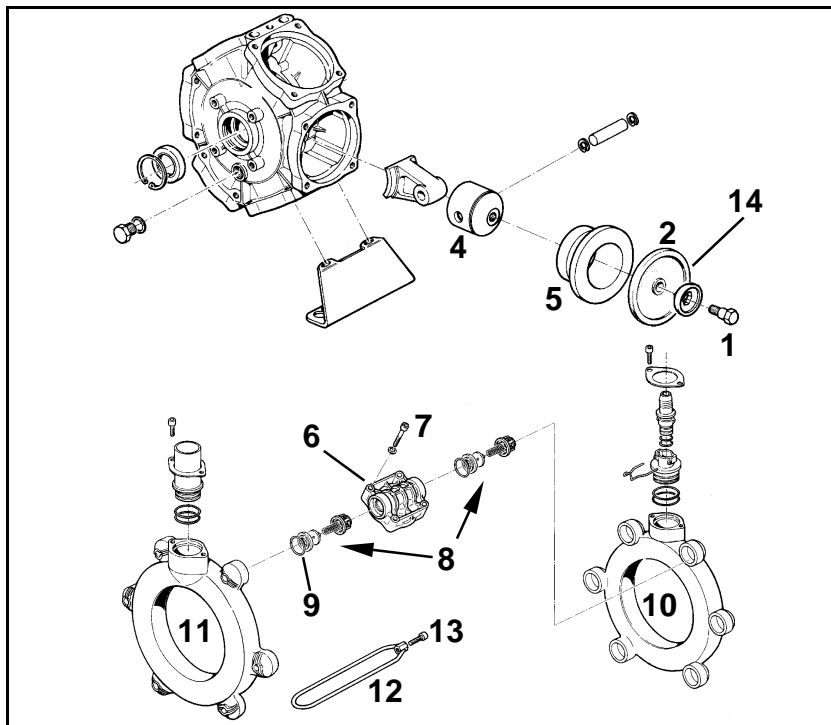

Fig. 232
- Befestigen Sie die Kolbenmembrane (Fig. 232/2) derart mit Haltescheibe (Fig. 232/3) und Schraube (Fig. 232/1) am Kolben (Fig. 232/4), dass der Rand (Fig. 232/14) zur Zylinderkopfseite (Fig. 232/6) weist.
- Die Schrauben (Fig. 232/13) unbedingt kreuzweise mit dem angegebenen Drehmoment anziehen. Unsachgemäßes Anziehen der Schrauben führt zu Verspannungen und somit zur Undichtigkeit.
1. Schraube (Fig. 232/1) lösen und Kolbenmembrane (Fig. 232/2) zusammen mit der Haltescheibe (Fig. 232/3) vom Kolben (Fig. 232/4) abnehmen.
3. Nehmen Sie den Zylinder (Fig. 232/5) aus dem Pumpengehäuse heraus.
6. Setzen Sie den Zylinder (Fig. 232/5) wieder in das Pumpengehäuse ein.
7. Kolbenmembrane (Fig. 232/2) montieren.
8. Zylinderkopf (Fig. 232/6) an Pumpengehäuse anflanschen und Schrauben (Fig. 232/7) gleichmäßig über Kreuz anziehen.
9. Ventilgruppen (Fig. 232/8) nach Prüfung und Reinigung montieren.
10. Neue O-Ringe (Fig. 232/9) einsetzen.
11. Saug- (Fig. 232/10) und Druckkanal (Fig. 232/11) an das Pumpengehäuse anflanschen und Spannbügel (Fig. 232/12) montieren.
12. Ziehen Sie die Schrauben (Fig. 232/13) kreuzweise mit einem Drehmoment von **11 Nm** an.